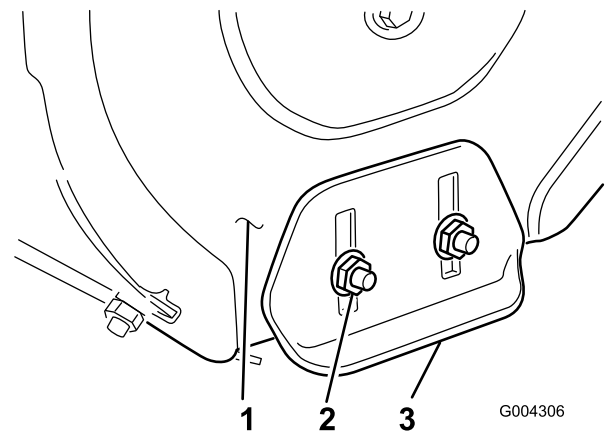

Figure 27
- Desserrez les 4 écrous à embase qui fixent les deux patins aux côtés de la fraise (Figure 27) jusqu'à ce que les patins puissent coulisser aisément vers le haut et vers le bas.
8. Serrez les 4 écrous à embase qui fixent les patins aux côtés de la fraise (Figure 27).